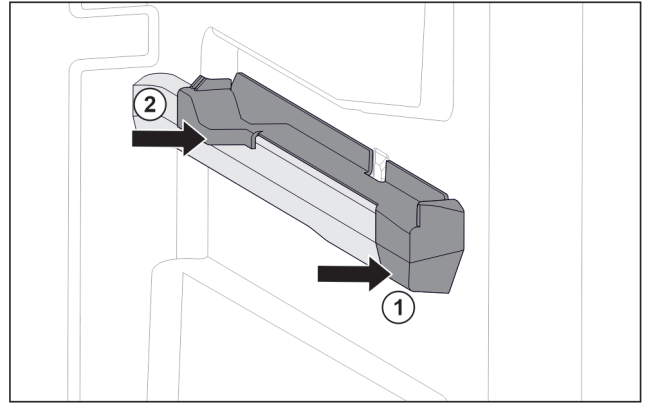

Fig. 132 右侧容器肋梁上的插装件
- ▶ 将插装件前部放到容器肋梁上。 Fig. 132 (1)
- ▶ 压紧插装件后部。 Fig. 132 (2)